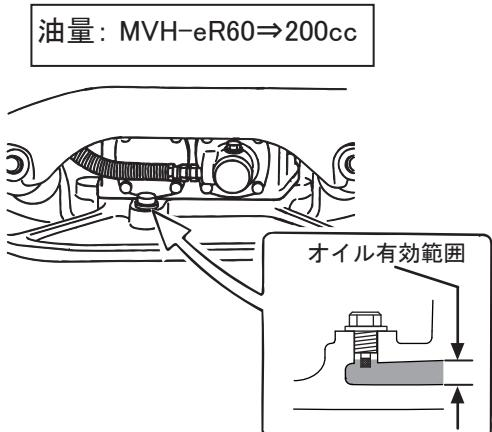

図 1
6. 本機を水平にして起振体のオイルプラグを外し、オイルが規定量入っているか点検してください。不足している場合は、エンジンオイル10W-30を入れてください。油量は200ccです。(図1)